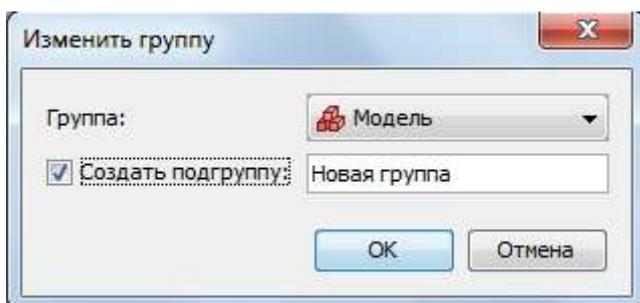

Рисунок 8.9. Окно изменения группы
- Для существующих объектов – в дереве выберите объекты и перетащите их в нужную группу, как показано на рисунке 8.8. либо кликните по ним правой кнопкой мыши и выберите в контекстном меню **«Изменить группу...»**. В окне **«Изменить группу»** (рисунок 8.9) выберите нужную группу. Если необходимо переместить объекты в еще не существующую группу, выберите **«Создать подгруппу»** и задайте название. Если вы так сделаете, новая группа будет создана под указанной существующей группой, и выбранные объекты будут перемещены в нее.